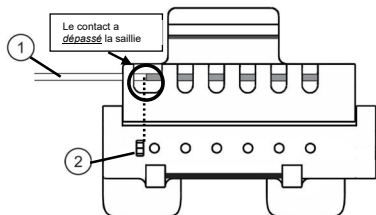

Figure 2. Extrémité de l'électrode complètement insérée dans le bloc avec les contacts alignés
3. Immédiatement après la mise en place de l'électrode, les contacts d'extrémité (1) doivent être fixés au câble via le bloc de connecteurs. Insérer avec précaution l'extrémité de l'électrode (1) dans le bloc de connecteurs et s'assurer que les contacts de l'extrémité de l'électrode sont alignés avec les broches du bloc de connexion. Voir la Figure 2 pour l'alignement correct.
- 3.1. S'assurer que l'extrémité de l'électrode (1) est complètement insérée en vérifiant que le dernier contact inséré dépasse la saillie (2) sur la surface de contact (voir Figure 2).